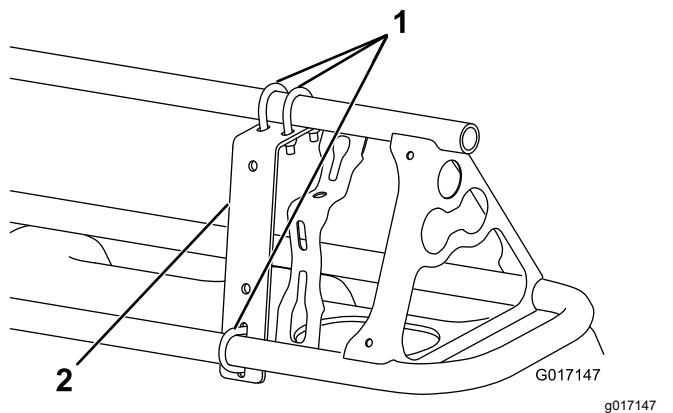
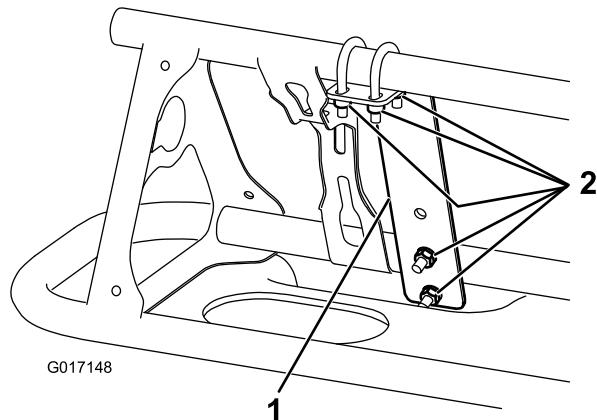

Bild 14
Bild 15
1. Befestigen Sie eine Befestigungshalterung mit drei U-Bügeln und sechs Sicherungsmuttern ($\frac{1}{4}$ ") vorne an jedem Ausleger in der Nähe der äußeren Düse (Bild 14 und Bild 15).